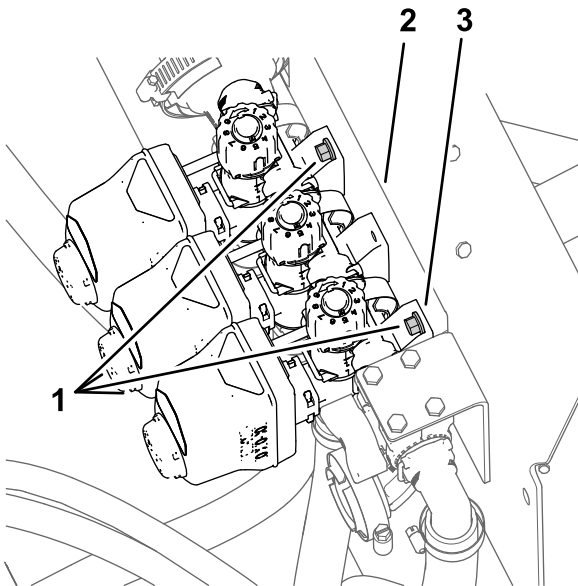

Figura 33
1. Afloje los 4 pernos con arandela prensada ( $\frac{1}{4}$ " x  $\frac{3}{4}$ ") y las 4 contratueras con arandela prensada ( $\frac{1}{4}$ ") que sujetan las 3 válvulas de sección al soporte del distribuidor (Figura 33).